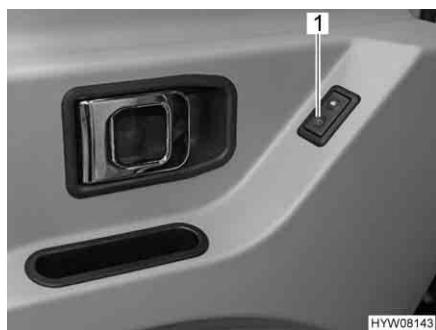

Fig. 10 Interruttore per l'alzacristalli elettrico nella porta conducente
- Premere l'interruttore (Fig. 10,1).